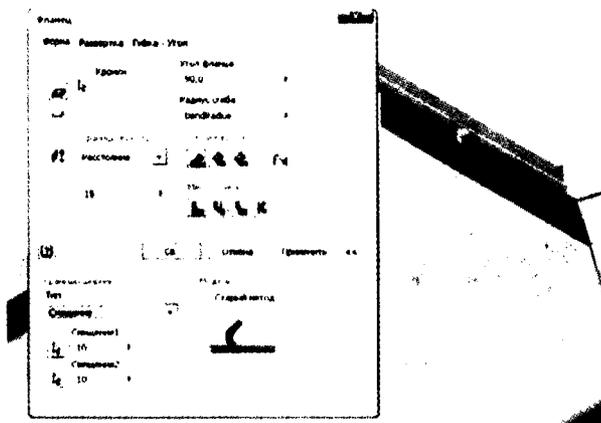

Рис. 10.9. Добавление фланца со смещением
11. Запустите инструмент **Фланец** снова и щелкните переднее ребро нового фланца с нахлестом (см. рис. 10.9).
13. Измените расстояние фланца с 20 на **15 мм**, как показано на рис. 10.9, затем нажмите **ОК**, чтобы создать фланец.